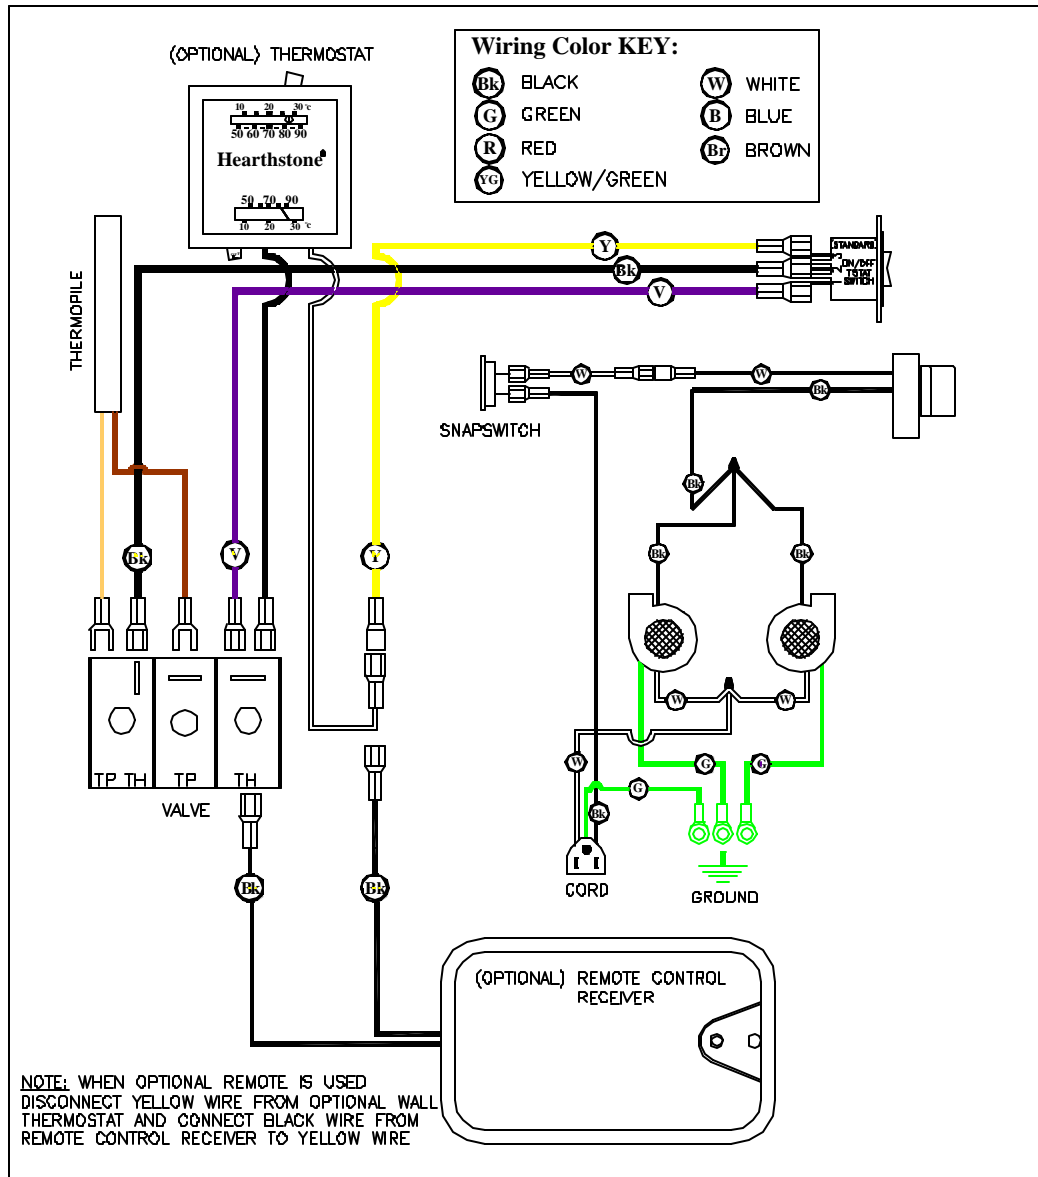

Figure 8: Wiring Diagram
- › **CAUTION:** Label all wires prior to disconnection when servicing controls. Wiring errors can cause improper and dangerous operation. Verify proper operation after servicing. (Attention: Au moment de l'entretien des commandes, étiquetez tous les fils avant le débranchement. Des erreurs de câblage peuvent entraîner un fonctionnement inadéquat et dangereux.) The proper location of wire connections is shown in Figure 8.